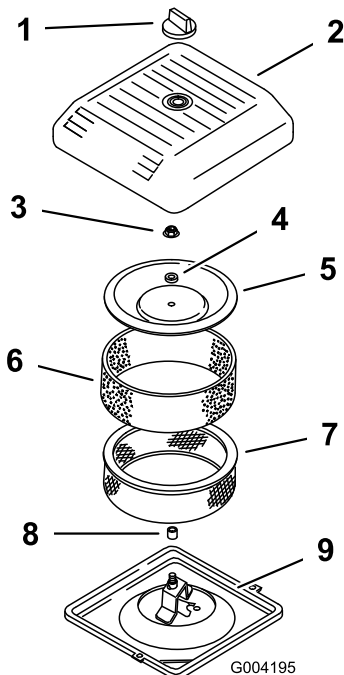

Bild 13
2. Schrauben Sie das Handrad los und entfernen Sie die Luftfilterabdeckung (Bild 13).
3. Schieben Sie den Schaumvorfilter vorsichtig vom Papiereinsatz herunter (Bild 13).
4. Schrauben Sie die Abdeckungsmutter ab und nehmen Sie die Abdeckung und den Papiereinsatz ab (Bild 13).
2. Schieben Sie den Luftfilter auf das Luftfilterunterteil (Bild 13).
3. Setzen Sie die Abdeckung und das Distanzstück auf und befestigen Sie sie mit der Flügelmutter (Bild 13). Ziehen Sie die Mutter mit 10,7 N-m an.
4. Setzen Sie die Luftfilterabdeckung ein und befestigen Sie sie mit dem Handrad (Bild 13).